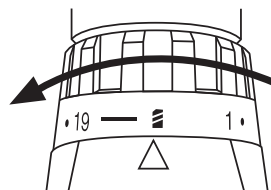

Abb. 10
2. Drehen Sie die Drehmomentvorwahl (3) solange, bis die Pfeilmarkierung auf das Bohrersymbol  gerichtet ist (Abb. 10).